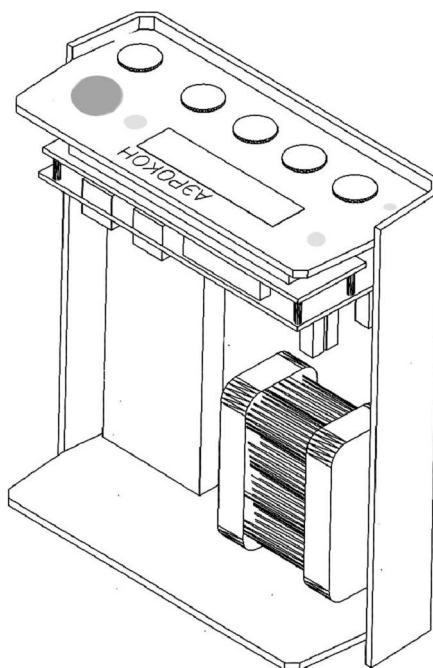
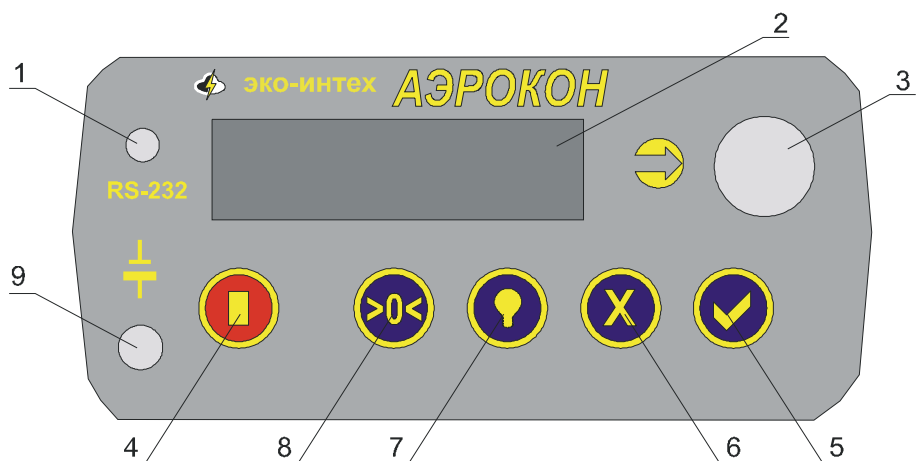

Рис. 5.1. Общий вид аналитического модуля
Рис. 5.2. Лицевая панель аналитического модуля
5.1. Общий вид аналитического модуля прибора показан на рис. 5.1. На рис. 5.2 показан вид модуля со стороны лицевой панели. Общий вид измерительного модуля АЭРОКОН-П показан на рис 5.3.